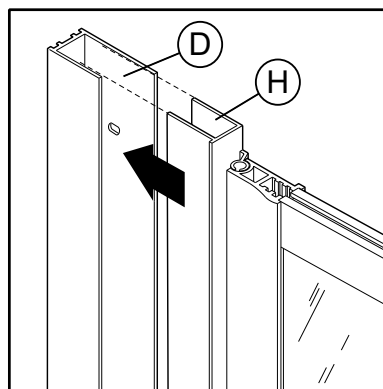

Fig. 4.1
- According to the chosen opening side, insert the door (H) into the wall jamb (D) (Fig. 4.1).
- Selon le côté d'ouverture choisi, insérez la porte (H) dans le montant mural (D) (Fig. 4.1).
- Según el lado de abertura escogido, inserte la puerta (H) en la jamba (D) (Fig. 4.1).